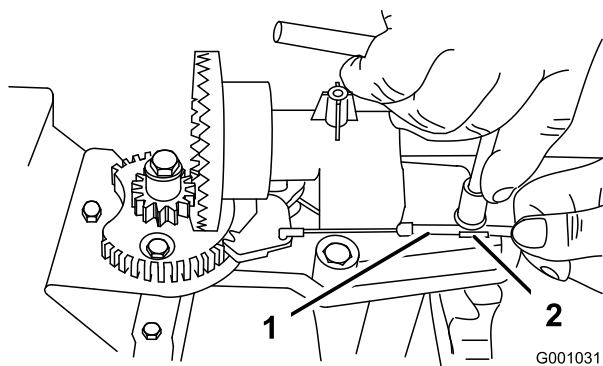
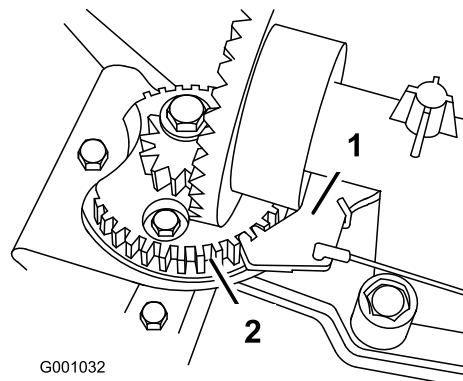

Рисунок 55
Рисунок 56
2. Ослабьте затяжку болта на хомуте кабеля (Рисунок 55).
3. Захватите кабельный трубопровод и перемещайте его по направлению к передней части машины до тех пор, пока фиксатор желоба не войдет полностью в зацепление с зубчатой передачей редуктора (Рисунок 55 и Рисунок 56).
**Примечание:** Фиксатор пружинен, и под действием пружины стремится войти в зацепление с шестерней редуктора (Рисунок 56).